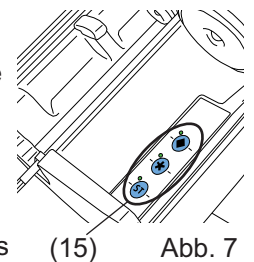
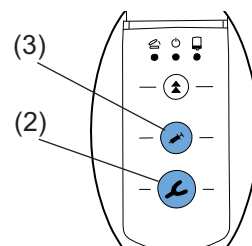

Abb. 7
Abb. 8
- Activer le programme de mélange en appuyant sur la touche de programme correspondante (15, fig. 7). La DEL située à côté de la touche de programme s'allume.
- Si l'utilisateur appuie sur une touche d'extrusion (porte-empreinte 2, fig. 8) ou distributeur (3, fig. 8) sans avoir sélectionné de programme auparavant, l'appareil active automatiquement le programme (ST). La DEL située à côté de la touche (ST) s'allume.
- Appuyer sur la touche d'avancement (2) ou (3) et la maintenir enfoncée :
- porte-empreinte (2), vitesse d'extrusion élevée
- distributeur (3), faible vitesse d'extrusion.
- Activer le programme de mélange en appuyant sur la touche de programme correspondante (15, fig. 7).